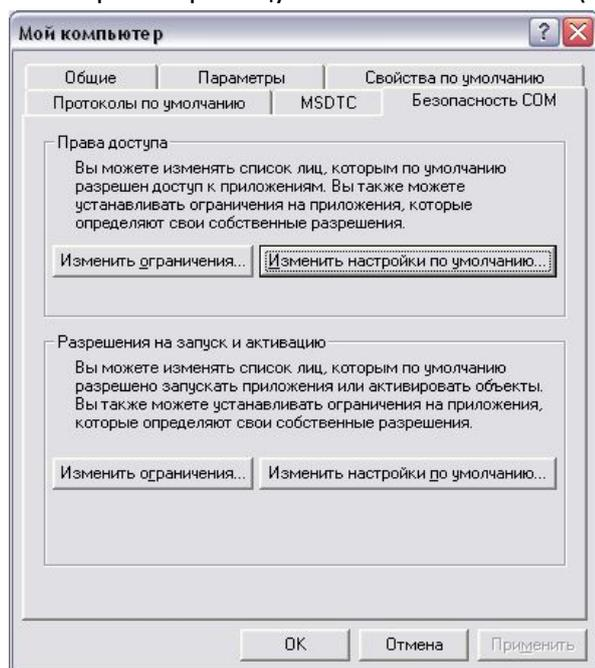

Рис. 11 Настройка DCOM – Безопасность COM: Мой компьютер
3. Выбрать страницу ‘Безопасность COM’ (Рис. 11).